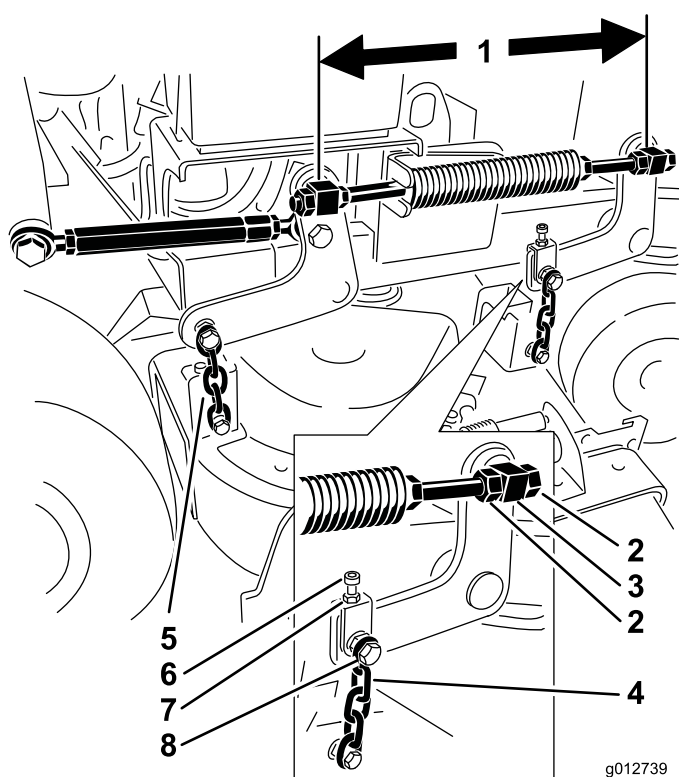

Figura 83
6. Compruebe la distancia entre los pivotes; mida del centro de un pivote al centro del otro (distancia entre centros) en la varilla roscada. Esta distancia debe ser de 49.5 cm (19-1/2 pulgadas) para carcasas de corte de 36 pulgadas, y de 43.7 cm (17-3/16 pulgadas) para carcasas de corte de 40 pulgadas (102 cm) (Figura 83).
- Utilice las contratuercas del pivote delantero para ajustar la longitud entre los pivotes delantero y trasero en ese lado (Figura 83).
- Utilice el perno de ajuste para obtener la misma tensión en ambas cadenas delanteras (Figura 83).
- Afloje la tuerca del perno superior de la cadena y la contratuerca del perno de ajuste (Figura 83).
- Apriete o afloje el perno de ajuste para obtener una distancia de 6 a 10 mm (1/4 a 3/8 pulgadas) menos en la parte delantera, en **A** que en la parte trasera, en **B** (Figura 83).